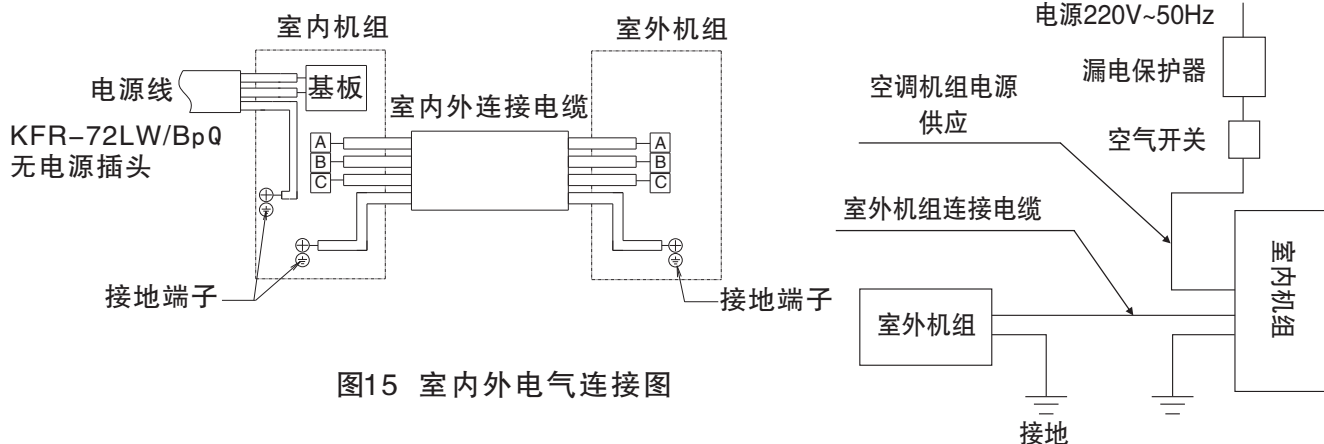

图15 室内外电气连接图
- (1) 用附件④连接电缆按接线图示要求正确地连接室内外机组，绝对不可连接错误(如图15)。
- (2) 连接电缆必须用室内外机组上的附属电线压板压紧。
- 接地线必须根据图15所示用连接电缆中黄/绿色导线接至带有“ \oplus ”标记的接线端子上。